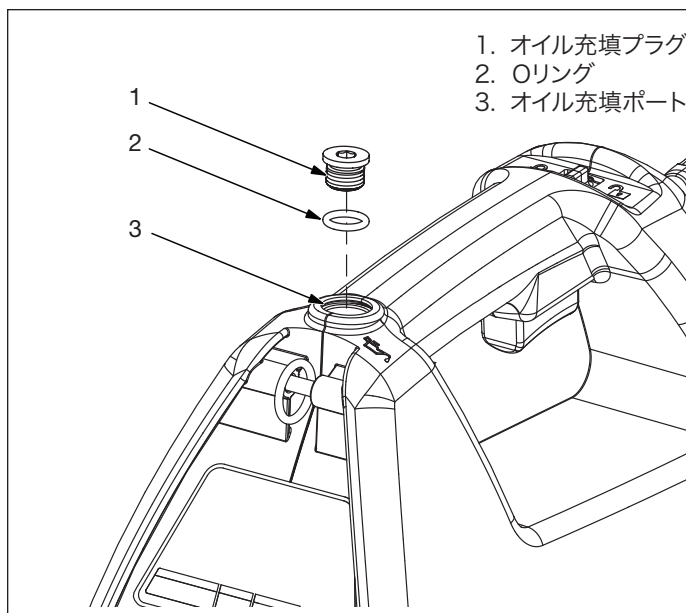

図10: オイル充填プラグ
2. 圧力ゲージがゼロ (0) bar/psiを示していることを確認します。すべての油圧が完全に解放されていることを確認してから手順を進めてください。圧力が少しでも残っている場合、セクション8.3に記載されている手順で圧力を解放します。
5. 充填口からオイル充填プラグとOリングを取り外します。7/8"アレンレンチを使用します。Oリングがオイル充填プラグと共に取り外されていることを確認してください。図10を参照してください。